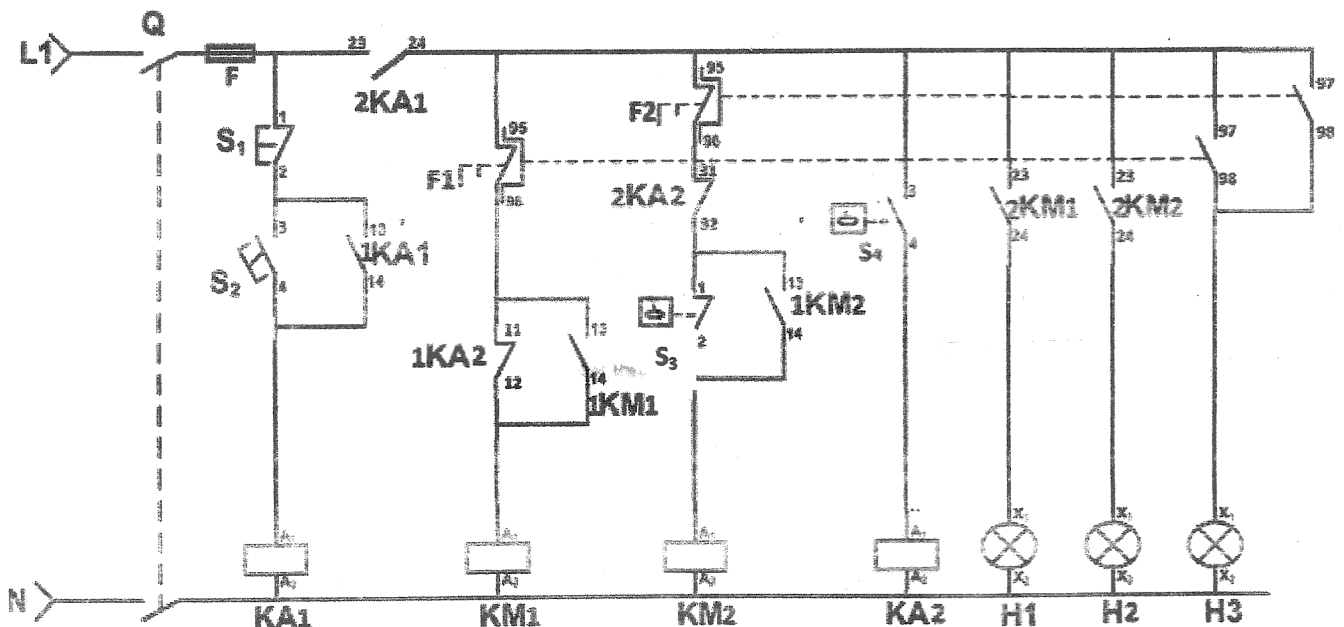

Figure 3 : schéma du circuit de commande
- 2.3 Le flotteur S_5 étant défectueux, est supprimé (voir figure 3 ci-dessous). Expliquer le changement apporté par cette modification dans le fonctionnement général de l'installation. (2pts)